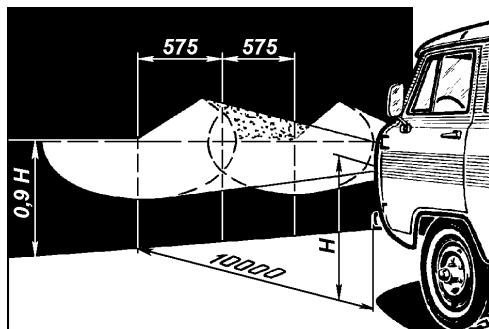

Рис. 9.41. Разметка
3. Включите ближний свет и, закрыв одну из фар, отрегулируйте другую винтами 6 (см. рис. 9.41) так, чтобы световое пятно на стене или экране было расположено, как показано на
**Противотуманные фары** регулируйте так, чтобы световые пятна на стене или экране были расположены, как показано на рис. 9.41. Для замены лампы поверните патрон в сборе с лампой против часовой стрелки и выньте его из гнезда.